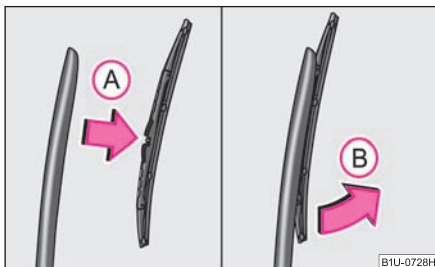

Fig. 57 Lama ștergătorului lunetei
- Ridicați brațul ștergătorului de pe lunetă ⇒ fig. 57.